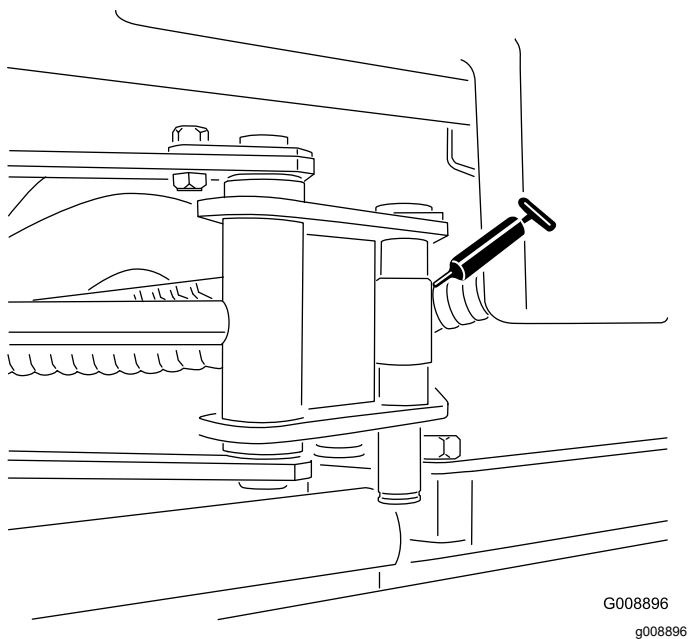

Рисунок 62
- Концы цилиндров SideWinder (2 штуцера; только модель 03171 – Рисунок 62)